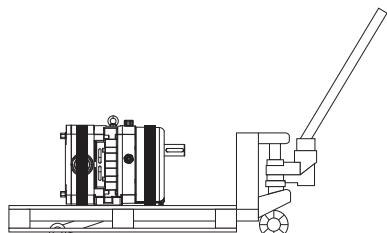

Рис. 40 Транспортировка тележкой с грузоподъемным устройством
- Проверить, надежно ли насос закреплен на поддоне. например, стропами: *Рис. 40 „Транспортировка тележкой с грузоподъемным устройством“*, страница 35.